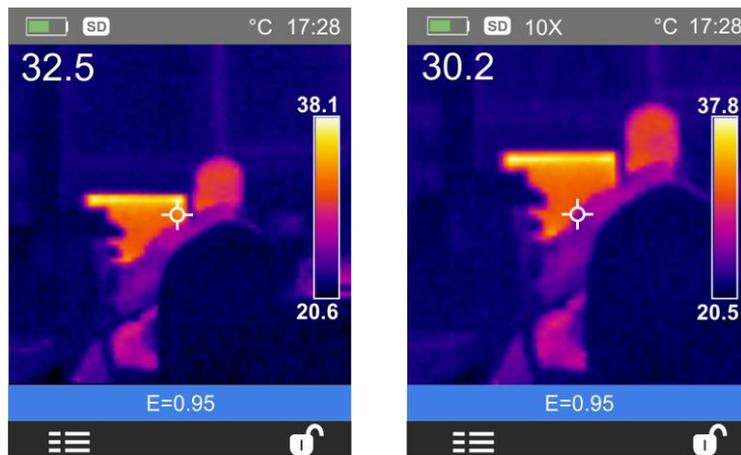

Fig. 6 : Réglage du Zoom de l'image
1. Encadrer l'objet sous test (voir Fig. 6 - partie gauche) et appuyer sur la touche  autant de fois qu'on souhaite agrandir l'image. Chaque pression augmente la taille de l'image de 10% par rapport à l'original. L'instrument affiche la valeur de zoom dans la partie supérieure de l'écran (voir Fig. 6 - partie droite avec x10 de zoom). Les options possibles sont : **1x ÷ 32x**